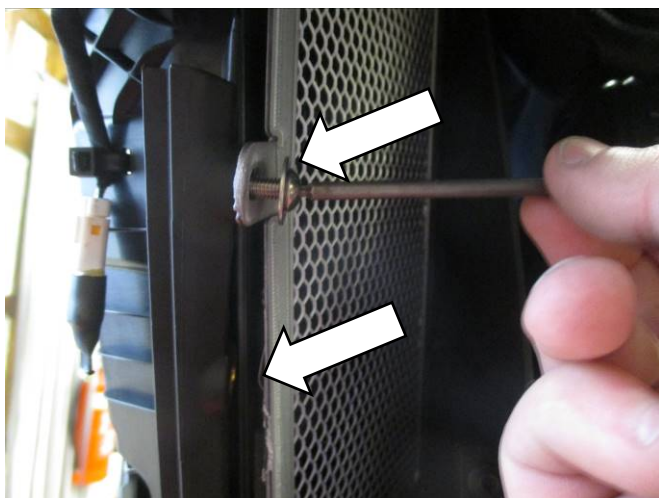

Abbildung 3
- Die Zeichnung Zusammenbau auf Seite 2 dient als Referenz für den nächsten Schritt: Benutzen Sie zwei M5 Inbusschrauben (Artikel 3) und M5 Unterlegscheiben (Artikel 4), um den Kühlerschutz in Position zu befestigen wie in **Abbildung 3** abgebildet – die Schrauben zu diesem Zeitpunkt nicht komplett festziehen.